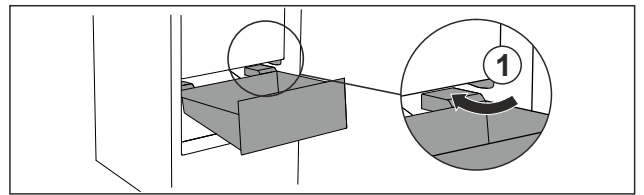

Fig. 116
- Predal speljite poševno okrog zaustavljalnikov Fig. 116 (1).